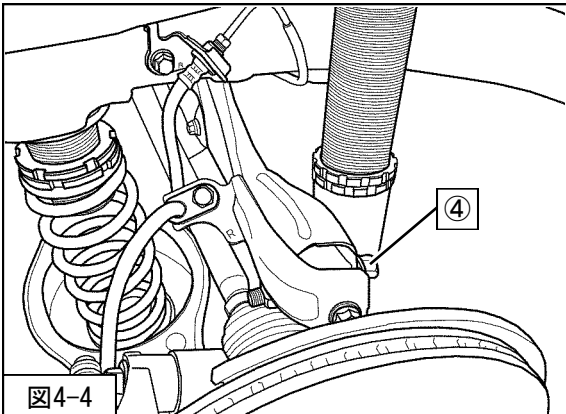

図4-4
5. ジャッキ等で支えながらロアアームが水平になるまで荷重をかけ、④アッパーアーム取付ボルト・ナット（締付トルク：73N・m）を取付けてください。（図4-4）